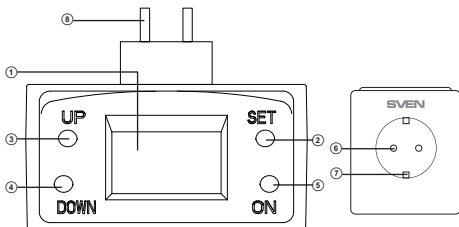

Рис. 1
**Описание конструкции** (рис. 1)
- ① LCD индикатор для отображения величины напряжения сети, отображения значений настраиваемых параметров и индикации состояния реле напряжения.
- ② SET: кнопка для перехода в режим программирования и выбора программируемых параметров.
- ③ UP: кнопка для увеличения значения устанавливаемого параметра.
- ④ DOWN: кнопка для уменьшения значения устанавливаемого параметра.
- ⑤ ON: кнопка принудительного подключения нагрузки, выхода из режима установки параметров.
- ⑥ Защитные шторки.
- ⑦ Контакты заземления.
- ⑧ Вилка для подключения реле напряжения к розетке электрической сети 230 В / 50 Гц.